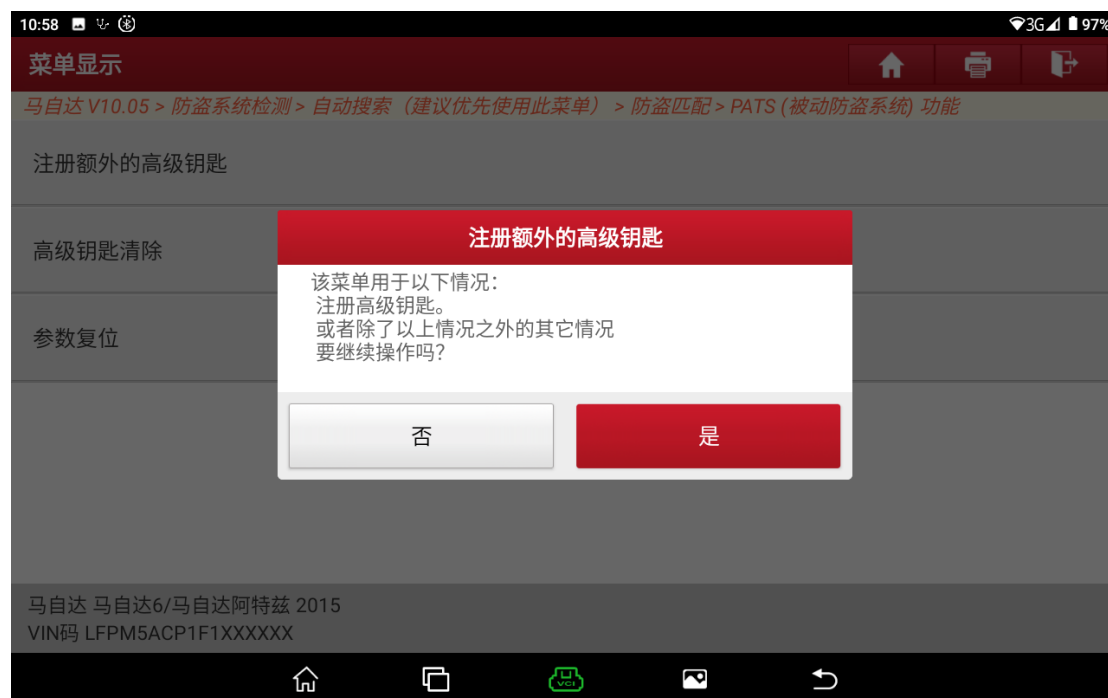

图 A10
8. 选择“否”退出功能，选择“是”进入下一步（图 A10）；